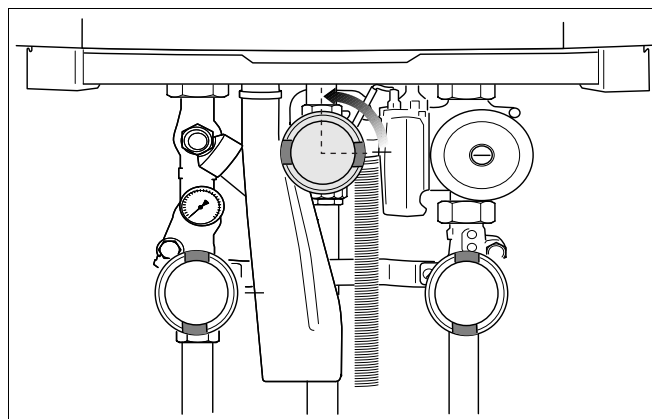

Fig. 65 Gaskraan openen
- Open de gaskraan langzaam, door deze in te drukken en een ¼ omwenteling linksom te draaien (→ fig. 65).
- Open de gaskraan langzaam, door deze in te drukken en een ¼ omwenteling linksom te draaien (→ fig. 65, pag. 56).